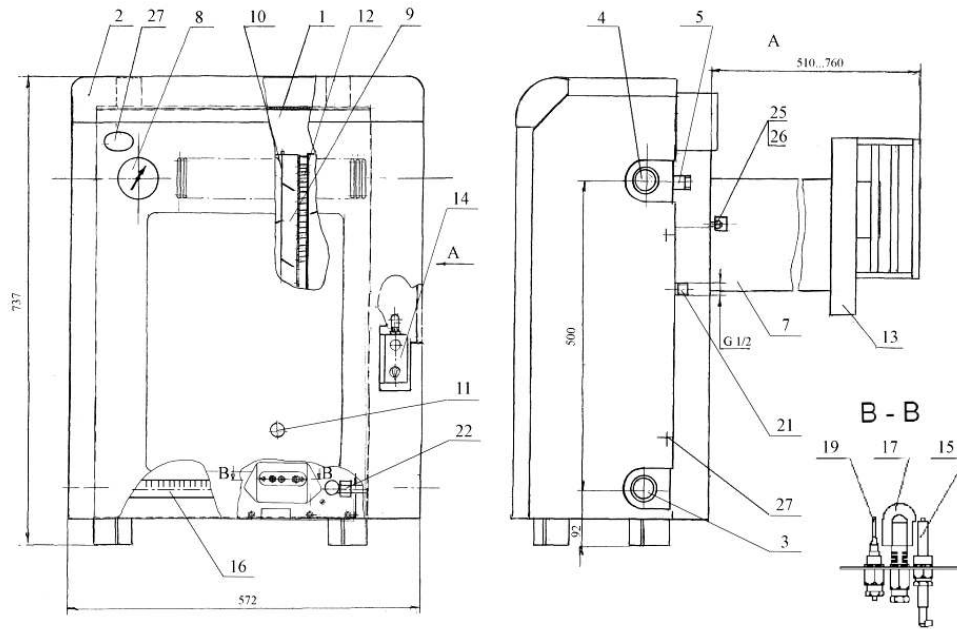

Рис. 1 – Будова апарата
## **2.5 Порядок роботи апарата (див.рис. 1).**
2.5.4 Відпустіть рукоятку управління і перевірте наявність полум'я на пілотному пальнику п.6 (рис.1).
Рис. 1а - Опалювальний апарат. Монтаж знімного кожуха апаратів (АОГВ-7÷АОГВ-16)
Рис. 1б - Кришка автоматики безпеки і регулювання 630 EUROSIT ( в положенні «розпал» )